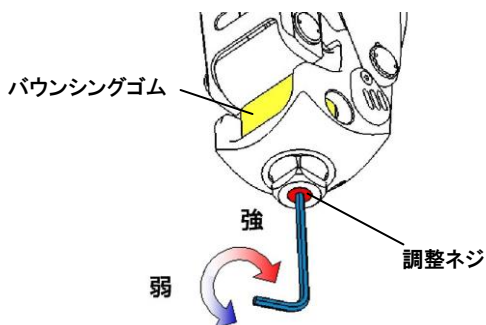

図9 バウシングゴムの調整方法
- ・図9に示す調整ネジ（表示：B）を六角レンチ 3mmで調整して下さい。